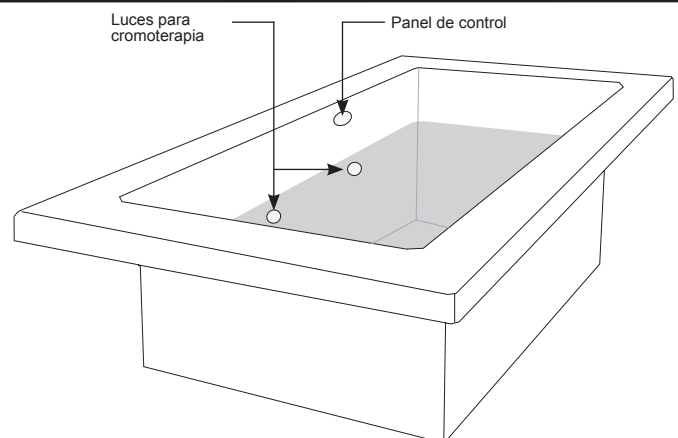

Figura 2 - Posible configuración
- 1 Planifique la ubicación del panel de control. A la derecha se muestra una posible configuración (Figura 2).